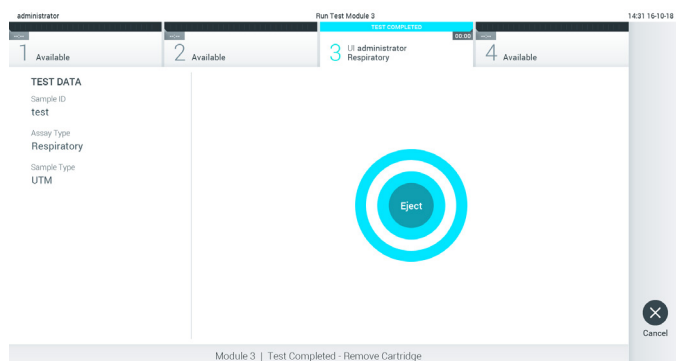

Figure 29. Affichage de l'écran Eject (Éjection).
10. Une fois l'analyse terminée, l'écran Eject (Éjection) apparaît (figure 29). Appuyez sur  Eject (Éjecter) sur l'écran tactile pour retirer la cartouche de dosage QIAstat-Dx, puis éliminez-la en tant que déchet biologique dangereux conformément à l'ensemble des réglementations et législations nationales, régionales et locales en matière de santé et sécurité.